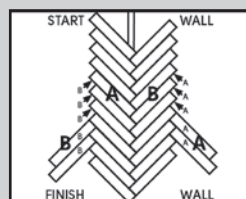

Fig. 7
8. Begin bij de 'eindmuur' en schuif de eindvoeg van een plank 'B' in de zijkant van een plank 'A'. Schuif plank 'B' terug in het uiteinde van plank 'A' met een kleine hoek tot ze vastzit (Fig. 7). Opmerking: indien er van de middellijn wordt afgeweken, kan het product over de vloer worden geschoven om dit te corrigeren (Fig. 7).